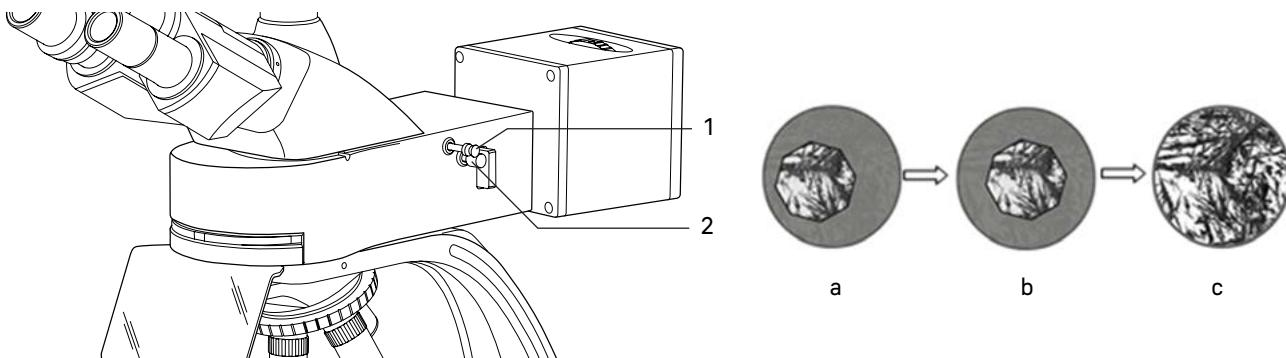

Рис. 16. Центрировка полевой диафрагмы осветителя отраженного света
- Если светлое пятно не в центре поля зрения, как показано на рис. 16а, необходимо отцентрировать диафрагму. При помощи двух центрировочных винтов 1, расположенных по обеим сторонам насадки, центр диафрагмы совмещается с центром поля зрения, как показано на рис. 16б.
- Раскройте полевую диафрагму до размера поля зрения, как показано на рис. 16с.